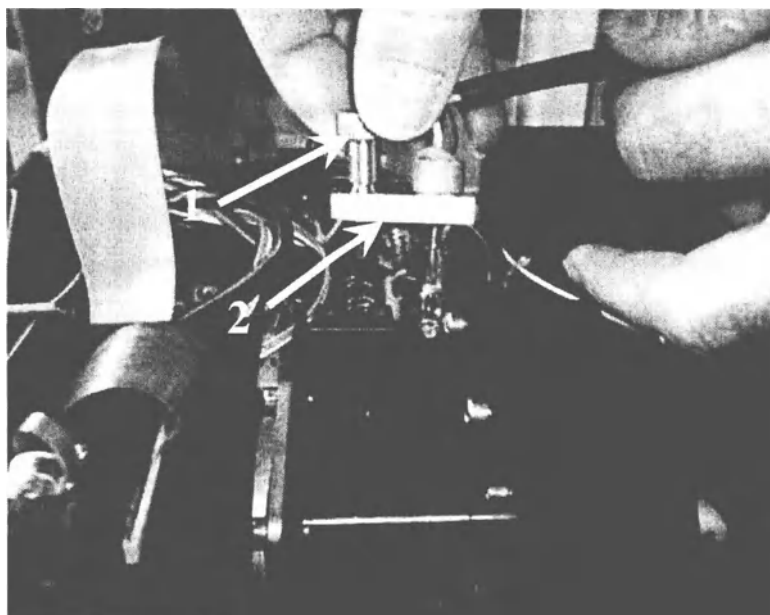

Рис. 5. Стрелками обозначены: 1. Винт держателя лампы.
10. Выньте лампу, открутив винт её держателя (Рис. 5).